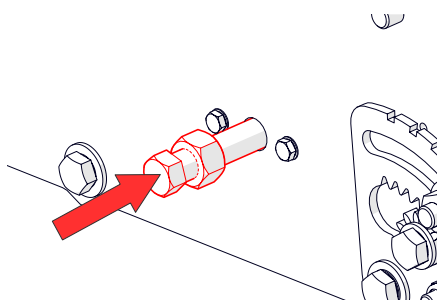
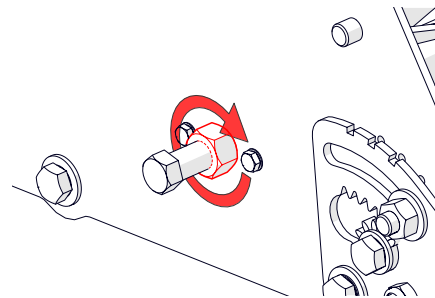

Fig.11F - Serrer le boulon de fixation.
Fig.11G - Serrer le contre-écrou.
8. Serrez le boulon de fixation [clé de 19 mm] (Fig.11F), puis le contre-écrou [clé de 24 mm] (Fig.11G).